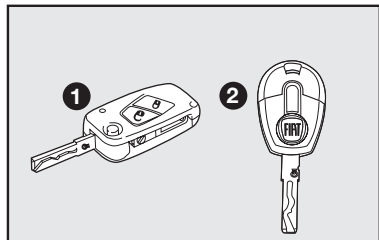

fig. 1
- Dos llaves **1-fig. 1** ó **2-fig. 1**.
La llave **fig. 1** es usada para:
- Apertura/cierre de las puertas por medio de mando a distancia (llave **1-fig. 1**).
Para la llave de arranque **2-fig. 1** está prevista la predisposición para instalación de telecomando a distancia.